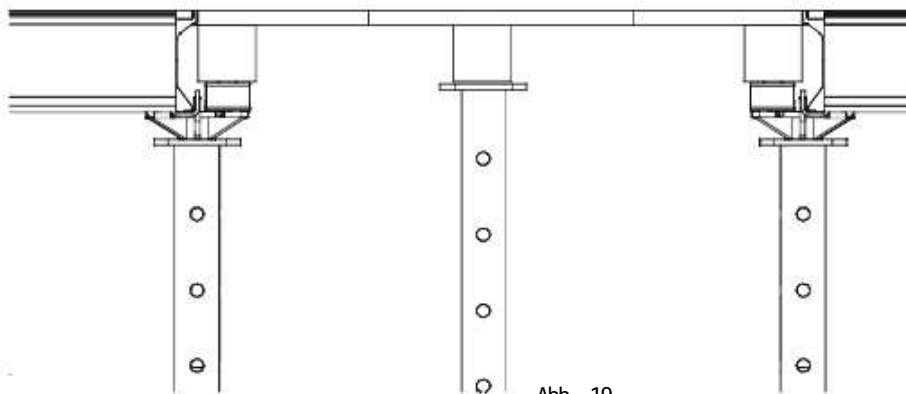

Abb. 19
9. Betondeckenstärke und der erlaubten zulässigen Deflektion, siehe Tabelle 3), muss die Schal-Haut bauseits in der Spannmitte zusätzlich mit einem Kantholz oder H20 Träger in einer Reihe mit den Deckenstützen in entsprechenden Abständen unterstützt werden (Abb. 19).